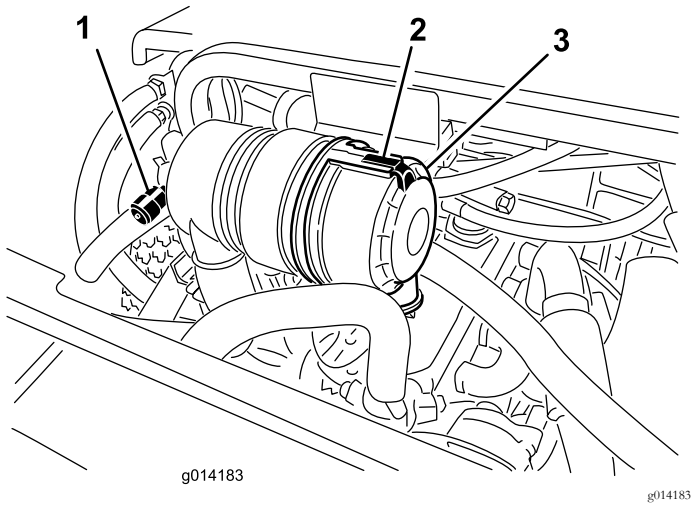

图34
**注意** 用千斤顶将机器升高并用顶车架固定可通过上下主销衬套进行更好的润滑。您应该观察到润滑脂从所有 4 个主销组件的轴铸件/衬套总成区的顶部和底部清除出图34。
仅在维修指示灯 (图34) 要求时才维修空气滤清器滤芯。如果是在必须更换之前才更换空气滤清器只会增加灰尘在滤清器拆下时进入发动机的几率。
1. 松开将空气滤清器盖固定到空气滤清器壳体上的门锁 图34。